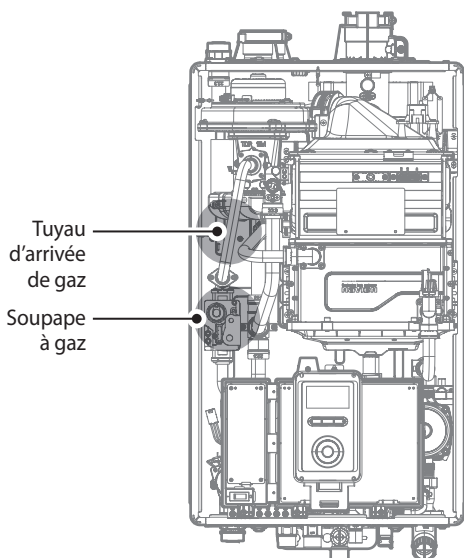

Figure 2. Composants internes des modèles NCB-H
4. Une fois les composants internes visibles, repérez le conduit d'arrivée du gaz et la soupape à gaz au centre de l'appareil, comme illustré à la figure 2.